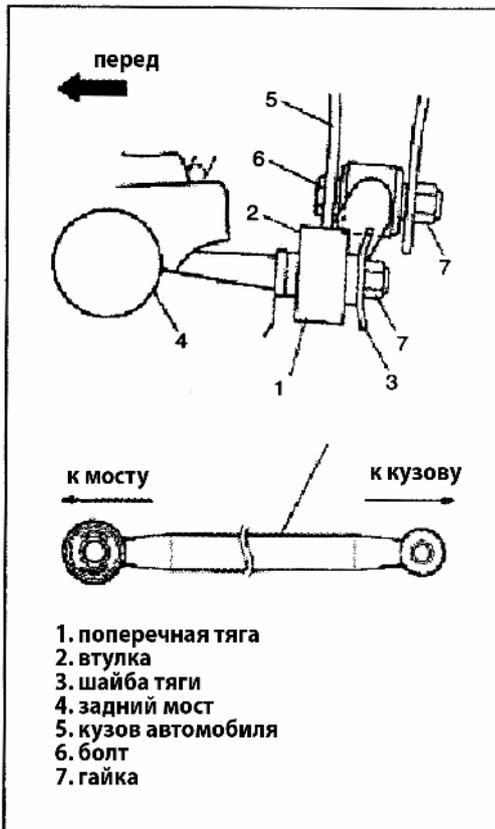

Рис. 552
- 2) Установите тягу на корпус автомобиля, направление установки болтов и гаек показано на рисунке (Рис.552).